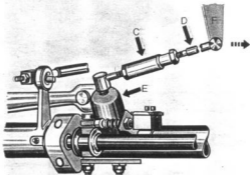

Fig. 28
- gire a luva reguladora (C) até que o pino (B) encoste na "pare" (G), a que é perceptível na alavanca de mudanças, e também até que a alavanca seletora (F) encoste o encosto interno na caixa, o que é possível movimentando-a no sentido da seta, como mostra a fig. 28
- volte a alavanca (F) em sentido contrário, até o encosto, devendo-se para isso, girar a luva reguladora (C), contando o número de voltas necessárias
- em seguida, gire a luva reguladora (C), em sentido contrário, até a metade do número de voltas contadas na operação do item de n.º 5
- aperte as porcas da luva reguladora (C)